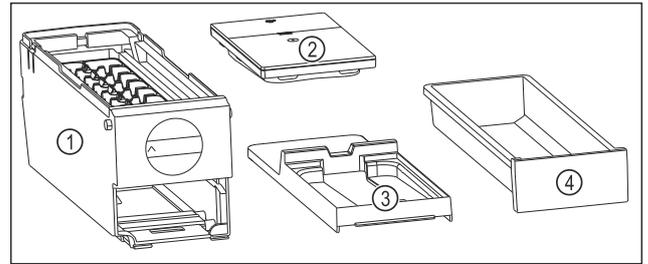

Fig. 113 Części dla EasyTwist-Ice
- ▷ EasyTwist-Ice jest rozłożony na cztery części. (patrz Fig. 113)
- ▶ Należy demontować EasyTwist-Ice wyłącznie na przedstawione części. (patrz Fig. 113)
- ▶ Czyścić korpus EasyTwist-Ice Fig. 113 (1) w całości.